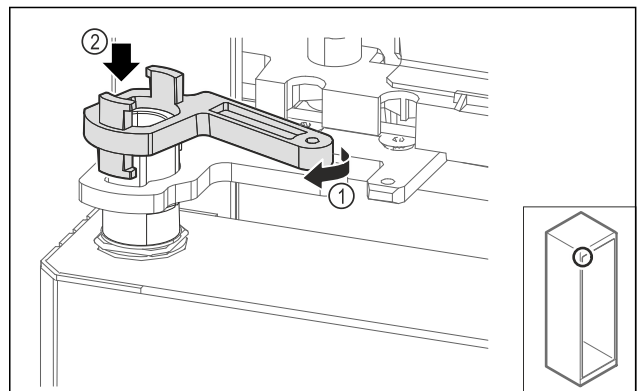

Fig. 66
- Tourner légèrement le verrouillage du support de palier Fig. 66 (1) et le poser sur la douille Fig. 66 (2).